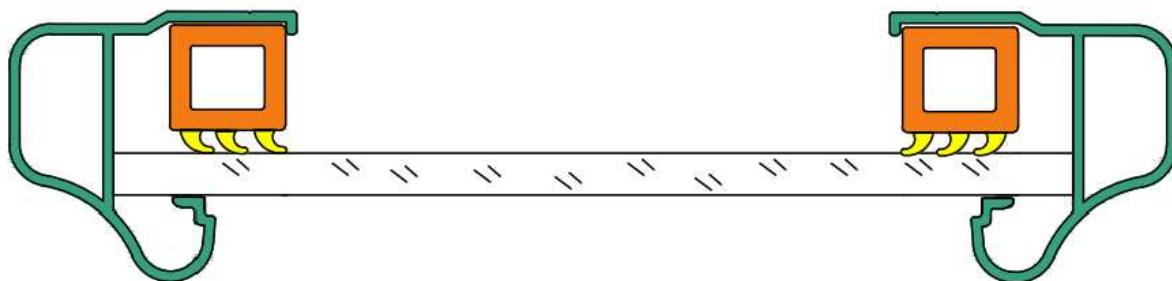

Рис. 14
Устанавливается внутрь посадочного паза ручки КА-01-Н после сборки двери, в местах размещения стекла или зеркала (см. Рис. 14). Не требует дополнительного крепления. Заполняет свободное пространство в посадочном месте ручек и обеспечивает надёжное плотное прилегание плоскости стекла или зеркала к передней (лицевой) поверхности ручки, исключая люфты и вибрации при перемещении дверей.
**Внимание:** для обеспечения собираемости, при использовании уплотнителя RP-11, рекомендуется ширину вставки из стекла изготавливать на 2-3 мм меньше ширины посадочного паза (см. Рис. 14).